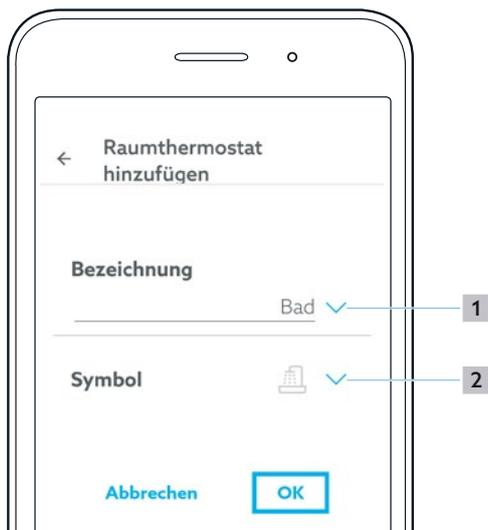

Fig. 13: Application ClimaCon F - Écran d'accueil
En appuyant sur la flèche (position 1 sur la Fig. 13 en page 14), vous avez la possibilité de faire votre choix dans une liste prédéfinie.
- 6 Sélectionner un symbole approprié dans la liste (position 2 sur la Fig. 13 en page 14).